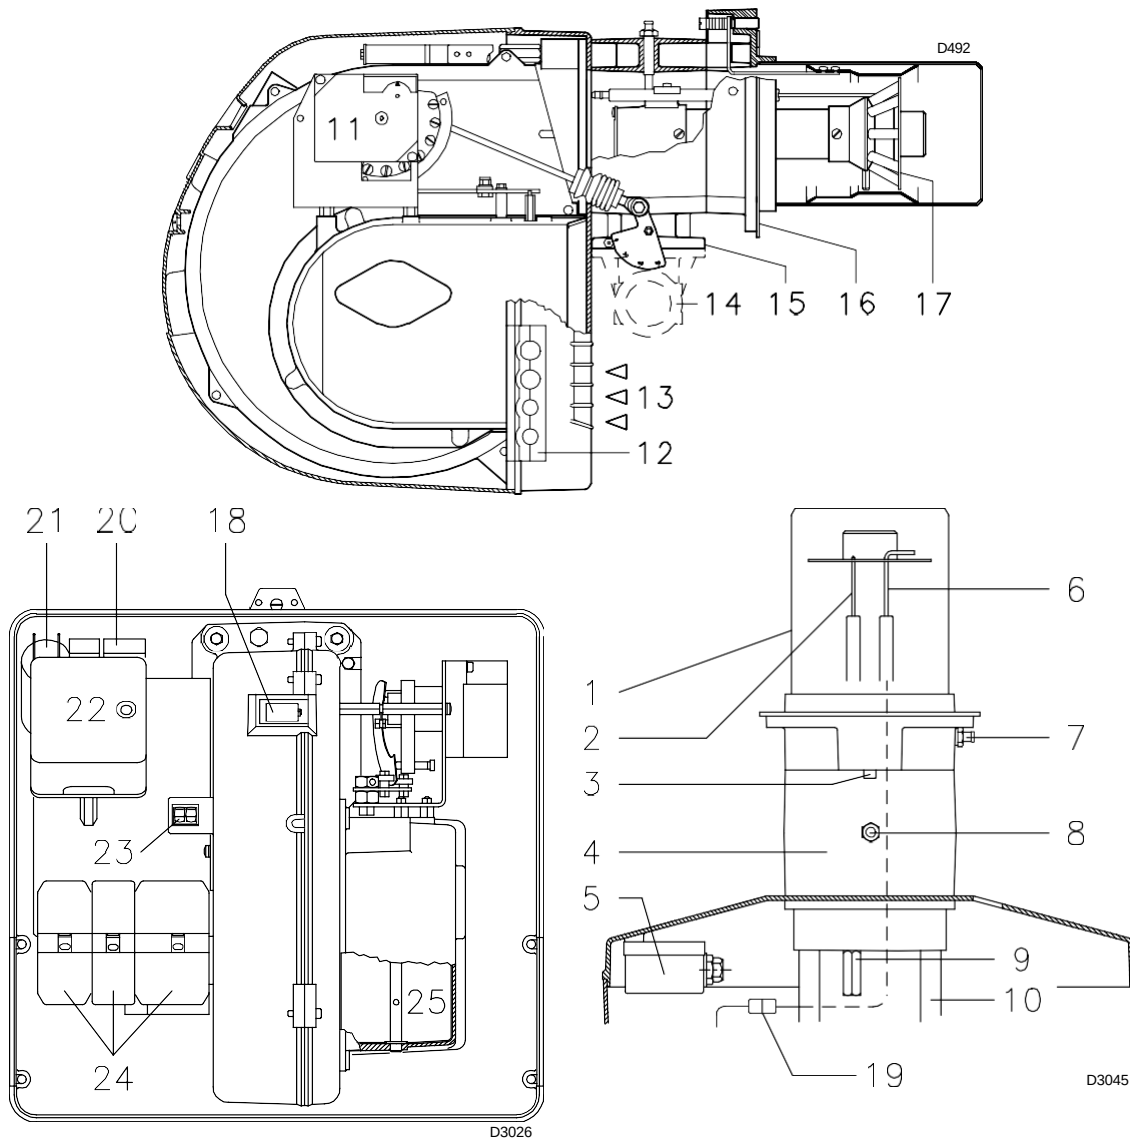

Рис. 4
- (1) Стандартные условия: Температура окружающей среды 20°C – Температура газа 15°C – Барометрическое давление 1013 мбар – Высота над уровнем моря 0 м.
- (2) Давление в контрольной точке (8) (Рис. 4 на стр. 12) при нулевом давлении в камере сгорания и максимальной производительности горелки.
- (3) Звуковое давление измерено в производственной лаборатории завода-изготовителя горелок, при работе горелки на испытательном котле и при максимальной производительности. Звуковая мощность измерена методом «свободного поля» согласно EN 15036 и по методике измерения «Категория точности 3», как описано в EN ISO 3746.
- (4) Горелочная труба (огневая голова): короткая / длинная
Если загорается кнопка (**красный светодиод**) блока управления 22) (Рис. 4), это указывает на то, что горелка заблокирована. Для сброса блокировки удерживайте кнопку нажатой от 1 до 3 секунд.
Сброс выполняется нажатием кнопки на тепловом реле 20) (Рис. 4).